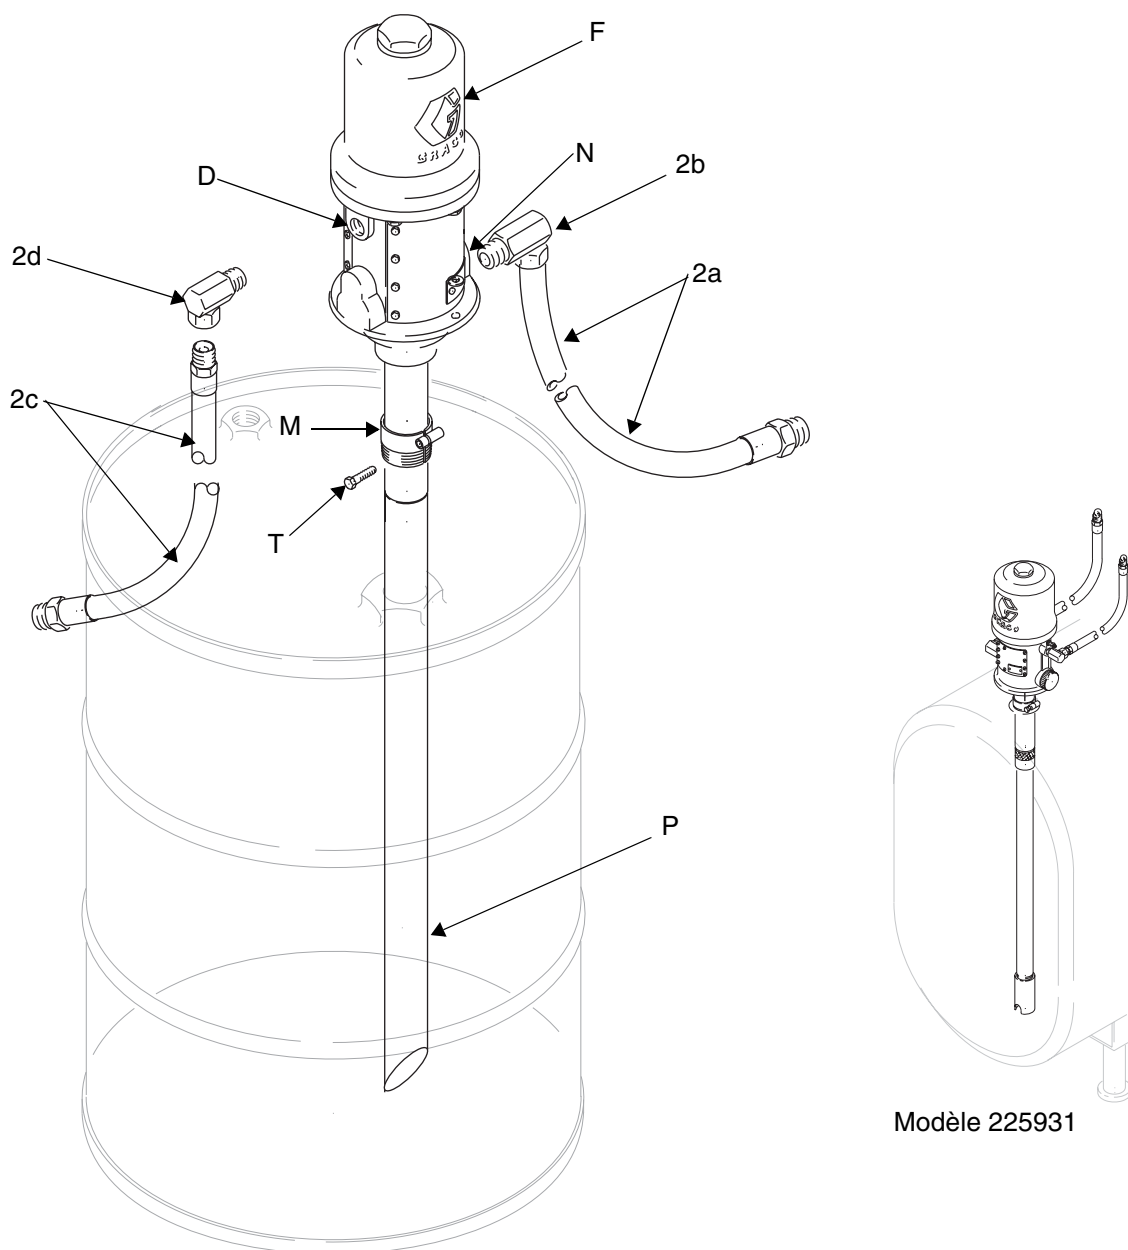

FIG. 7
Les lettres servant à identifier les composants de la FIG. 1 figurent sur les plans d'installation, FIG. 3 à FIG. 7. D'autres lettres de repère sont également utilisées sur les plans d'installation si nécessaire.
1. Visser l'adaptateur de bonde (M) sur la bonde du fût. Voir FIG. 7
2. Pour 246907, couper le tube (P) suivant un angle de 45° pour adapter la longueur du tube à la taille du fût. Une fois le tube mis en place, son extrémité pointue doit se trouver à env. 25 mm du fond du fût. Pour les modèles 224640 et 225931, la taille du tube d'aspiration est adaptée au fût.
3. Bien serrer la vis (T) de l'adaptateur de bonde pour maintenir la pompe en place.
4. Appliquer de la colle à filetage sur la partie mâle du raccord tournant de 3/8 npt (2d). Visser le raccord sur l'entrée d'air de la pompe (D).
5. Appliquer de la colle à filetage sur la partie mâle du raccord tournant de 1/2 npt (2b). Visser le raccord sur la sortie produit de la pompe (N).